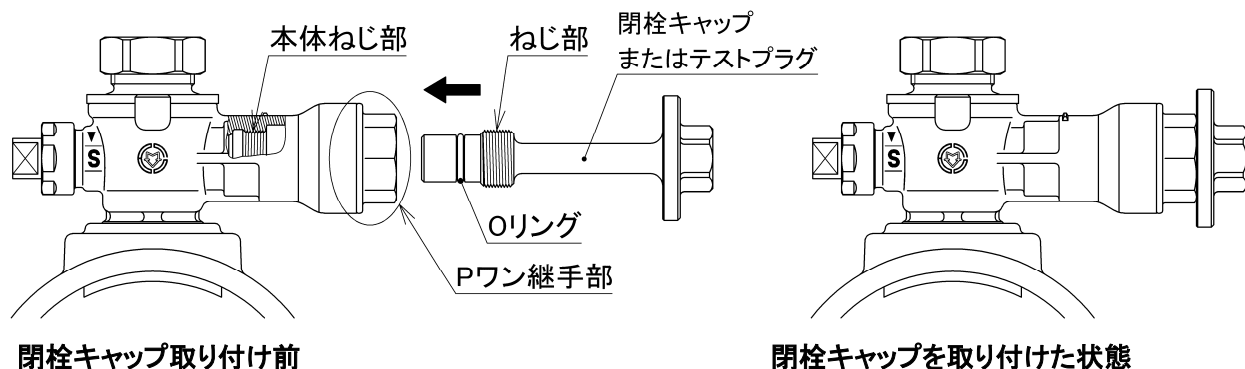

図 1 閉栓キャップの取り付け
- 1)サドル付分水栓 P ワン一体型を設置する部分の配水管表面を清掃し、標準締め付けトルク(表 1)でボルト・ナットを均等に締めつけます。P ワン継手部のシールをはがし、閉栓キャップまたはテストプラグ(別売り)を取り付けます(図 1)。